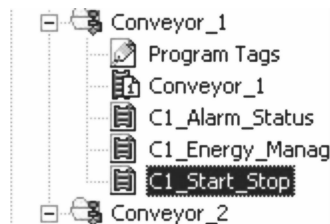

图 9-17 选中“C1_Start_Stop”标签
8. 双击例程 C1_Start_Stop, 如图 9-17 所示。这将打开该例程, 并可进行查看和编辑操作。